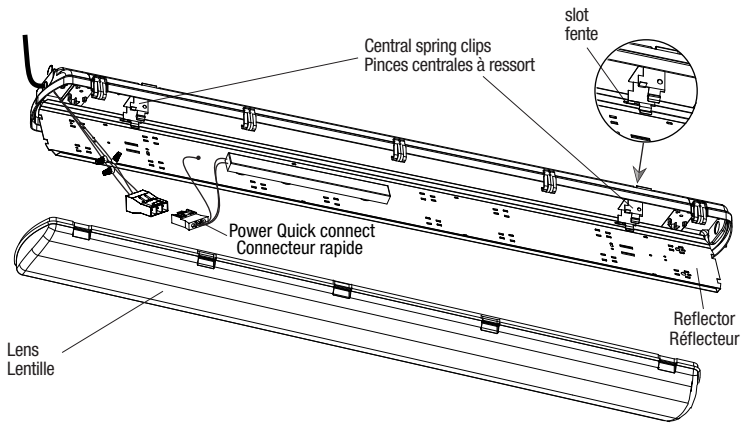

Fig. 2A
1. Hang the new LED kit to the two central housing spring clips by using the slots provided on the reflector edges (Fig. 2A).
2. Make Electrical Connections (Fig. 2A).
1. Accrocher le nouveau kit DEL sur les deux pinces centrales à ressort du boîtier en utilisant les fentes prévues sur les bords du réflecteur (Fig. 2A).
2. Faire les connexions électriques (Fig. 2A).